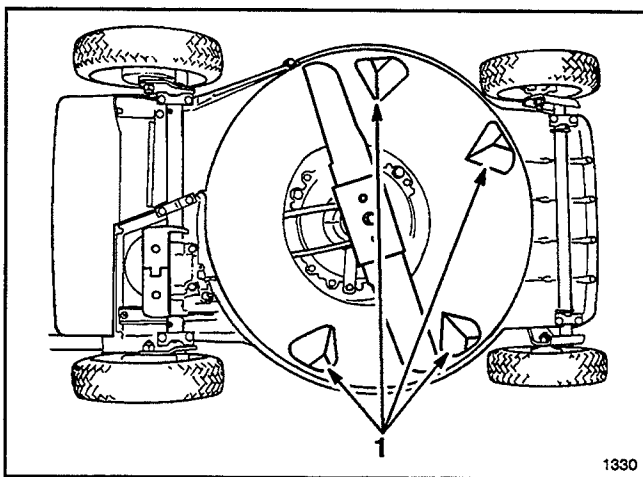

Figure 33
Le dessous de la tondeuse doit rester propre. Veiller particulièrement à débarrasser les déflecteurs de tout débris (Fig. 33).
6. Basculer la tondeuse sur le côté gauche (Fig. 33).